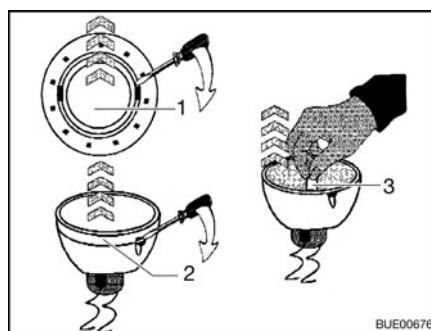

Fig. 255 Cambiar la bombilla halógena
- Soltar el anillo de cubierta interior (Fig. 255,1) de la carcasa con un desatornillador.
- Soltar el anillo de cubierta con la lámina de vidrio (Fig. 255,2) de la parte inferior de la lámpara halógena empotrada utilizando un desatornillador.
- Extraer la bombilla halógena (Fig. 255,3).